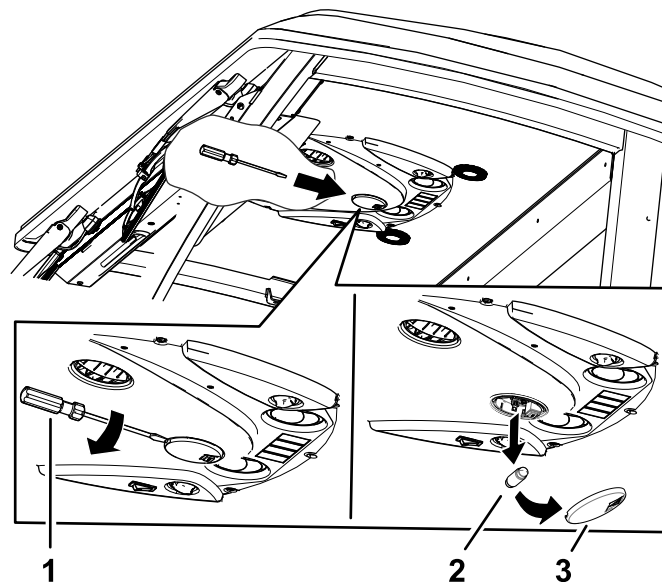

Figura 118
1. Utilizzate un cacciavite per rimuovere il vetro della lampadina dal quadro di comando. (Figura 118)
2. Rimuovete la lampadina dalla base della luce (Figura 118).